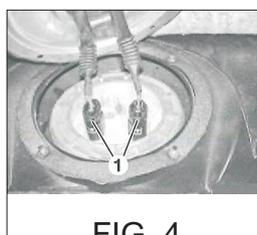

FIG. 4
- 2 Desconectar los conectores eléctricos (1) [FIG. 4].